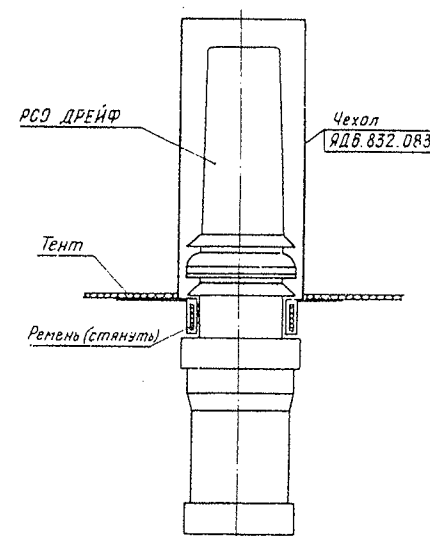

Рис. 10
3.3.6.3. На тенте спасательного плота РСО вставьте в заранее вшитый в тент (по п. 3.2.4.3) чехол и затяните штатный ремень чехла (рис. 10).